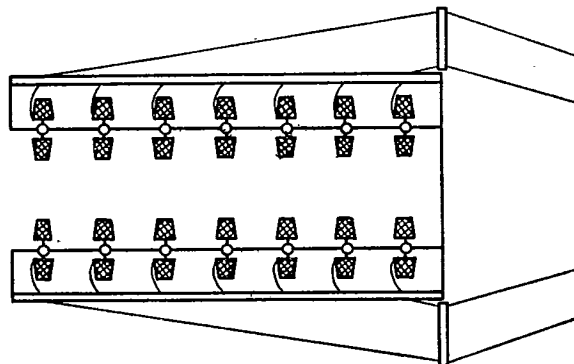

FIGURE 3 / ФИГУРА 3
25.2 reserve package warp creel (see figure 3): Creel having two supply packages per warp end. The tying-in of the reserve package is only possible after the warping machine has been stopped.
cantre avec bobines de réserve (voir figure 3): Cantre comportant deux bobines d'alimentation par fil à ourdir. La rattaché de la bobine de réserve n'est possible qu'après l'arrêt de la machine d'ourdissage.